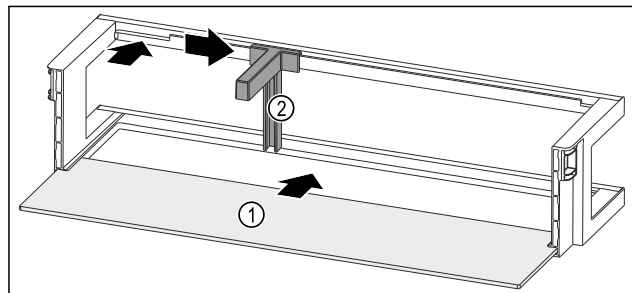

Fig. 279 Vratna polica z odlagalno polico
- Odlagalno polico Fig. 279 (1) vstavite v stranske vdolbine.
- Vstavite držalo za steklenice Fig. 279 (2) v odprtino.
- Držalo za steklenice Fig. 279 (2) potisnite na stran do želenega položaja.